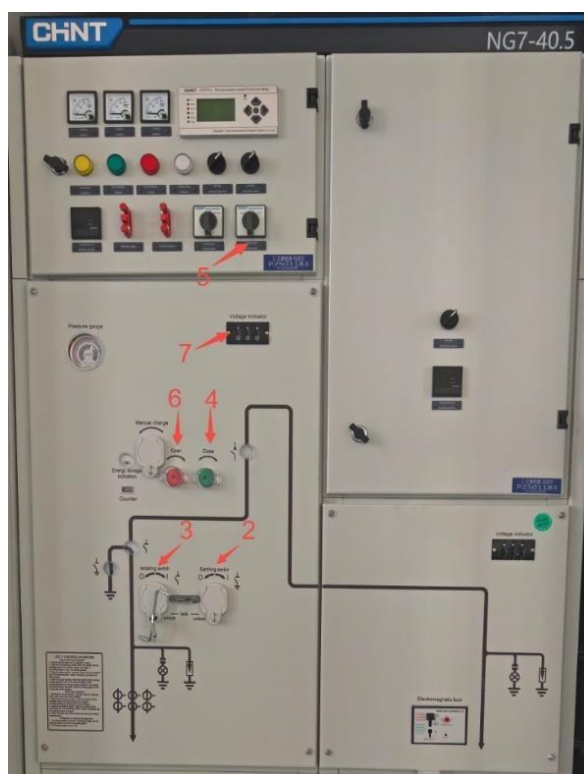

Figura 4-2 Painel do gabinete de alta tensão
2. O operador usa equipamento de proteção para operação em alta tensão e, em seguida, vai até o gabinete de alta tensão, gira manualmente o botão de abertura do disjuntor (6) no sentido horário ou gira o seletor de abertura/fechamento (5) no sentido anti-horário para abrir o disjuntor, e a luz indicadora DXN do visor ativo se apaga. Em seguida, use a alavanca de operação para girar o interruptor de isolamento no sentido anti-horário até a posição de abertura. Veja a Figura 4-2.